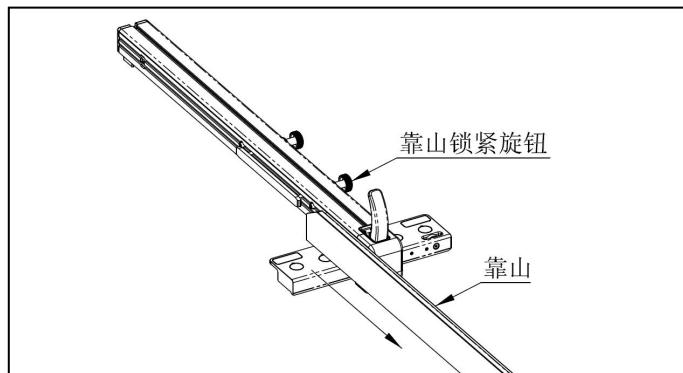

图 6-14
- (1) 如图 6-14 所示, 松开靠山锁紧旋钮, 拆下靠山, 备用。重新锁紧靠山锁紧旋钮。